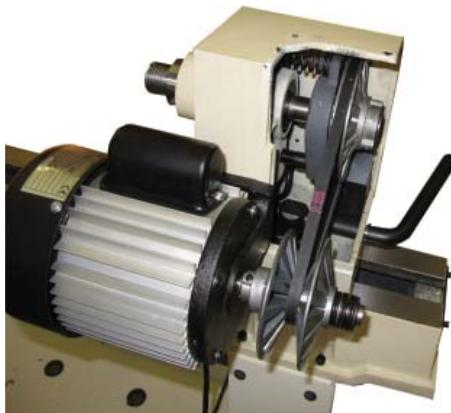

Рис. 21
3. Потягніть ременеві шкви двигуна так, що клиновий ремінь зісковзнув до осі, що сприяє зниженню натягнення ременя (рис. 21).